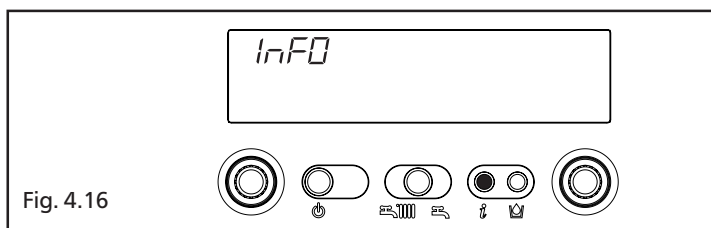

Fig. 4.16
Premendo il tasto  il display si spegne e appare solo la scritta InFO (fig. 4.16).
**Info 0** visualizza la scritta InFO (fig. 4.16)